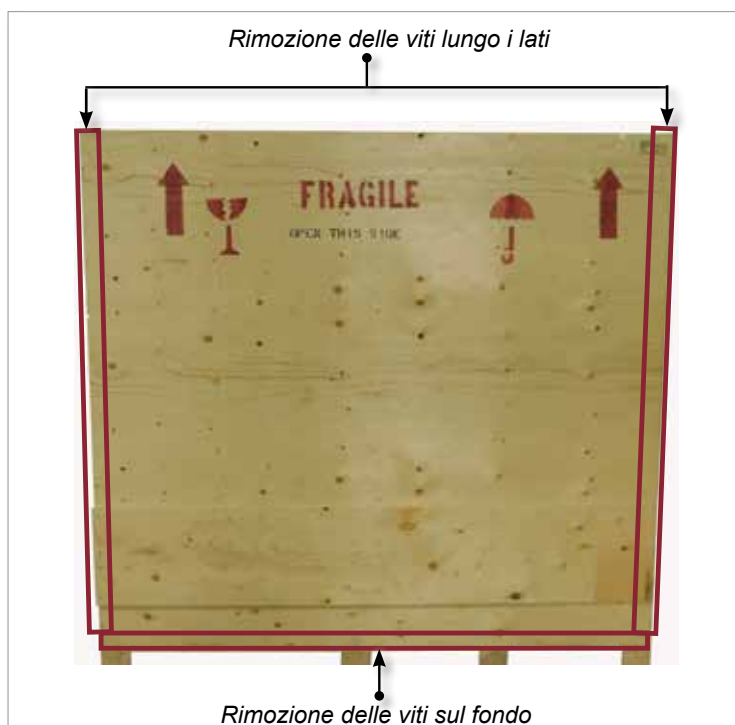

Figura 3-8 Rimozione delle viti dal lato e dal fondo
5. Dal lato della cassa contrassegnato con la dicitura "FRAGILE OPEN THIS SIDE", rimuovere le viti lungo i lati e sul fondo della cassa. Vedere la Figura 3-8.